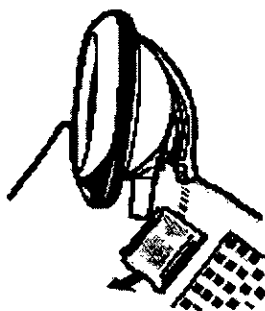

Figura 2
2. Deslizar o clipe na parte de trás do manômetro através da presilha do manguito (Figura 2).